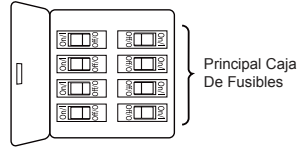

Figura 1
1. Asegure las tres aspas usando los 1/4"-20 tornillos con arandela de seguridad y placa de pala desde el bolsos de accesorios. Luego a través de los orificios ubicados en la parte inferior del motor. (Figura 1)
Para evitar una posible descarga eléctrica, asegúrese de cortar la alimentación eléctrica de la caja de fusibles principal antes de colgar el ventilador. (Figura 1)
- 1. Para configurar el código de unidad del receptor. Deslice los interruptores de código a las mismas posiciones que en el transmisor. (Figura 1)